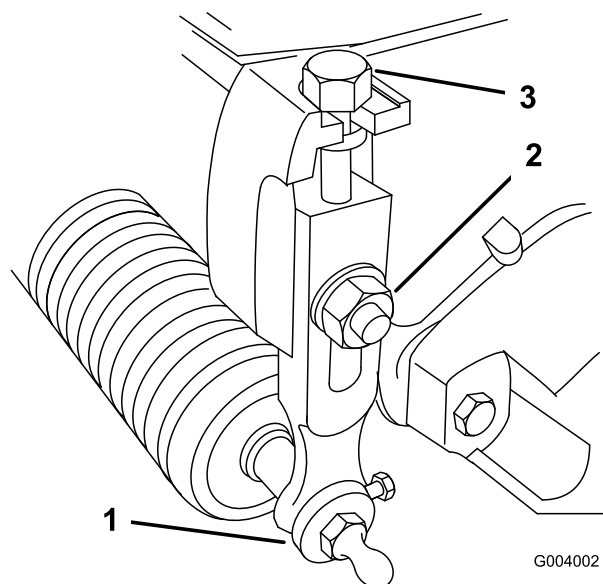

Figura 60
1. Allentate i dadi di bloccaggio che fissano i bracci dell'altezza di taglio alle piastre laterali dell'apparato di taglio (Figura 60).